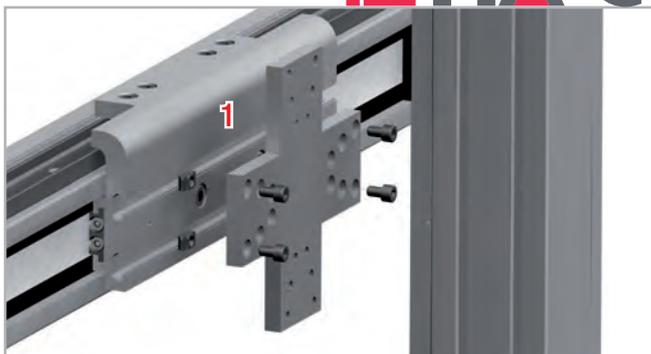

Fig. 96
1. Insérez les vis d'un côté de la plaque d'interface dans les trous préparés (voir fig. 96).